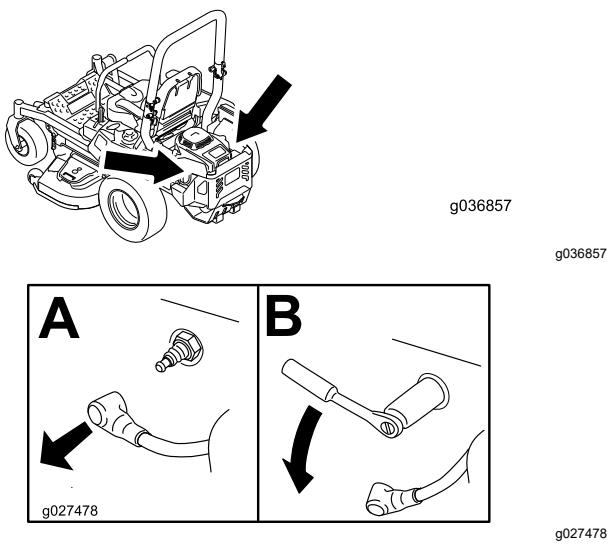

Рисунок 46
4. Найдите и снимите свечу (свечи) зажигания, как показано на Рисунок 46.